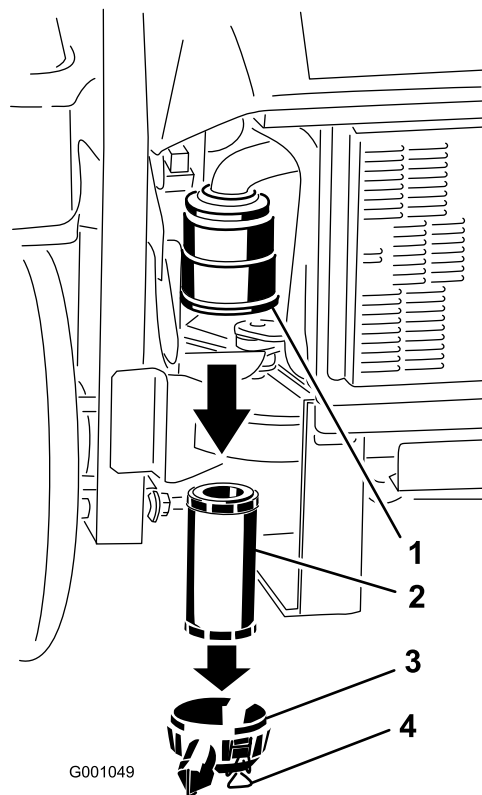

Figura 39
3. Rilasciate i dispositivi di fermo del filtro dell'aria, e togliete il coperchio dal corpo del filtro dell'aria (Figura 39).
5. Estraete con cautela il filtro dal corpo del filtro dell'aria (Figura 39). Non urtate il filtro contro il corpo.